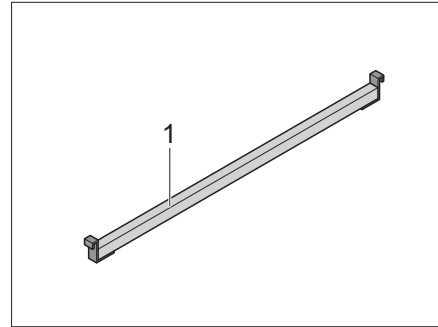
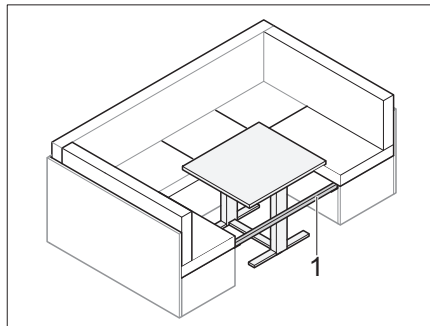

Bild 68 Zusatzleiste
Bild 69 Eingelegte Leiste
- Zusatzleiste (Bild 68,1) zwischen den Sitzbänken einsetzen (Bild 69).